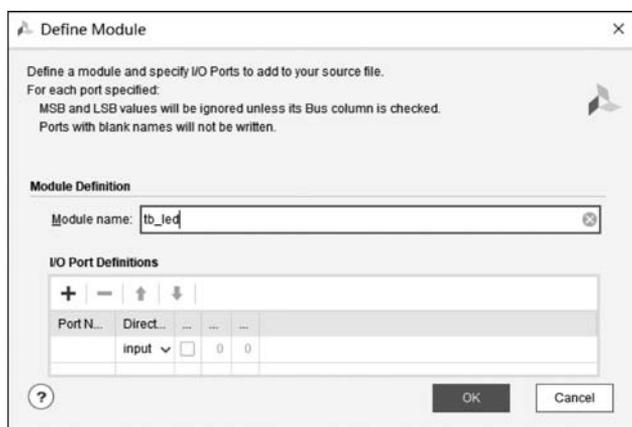

图 3.16 仿真模块定义界面
(3) 在如图 3.16 所示的仿真模块定义界面中填写仿真模块的名字为 tb\_led, 因为是激励文件不需要对外端口, 所以 I/O Port Definitions 部分无须填写, 单击 OK 按钮。